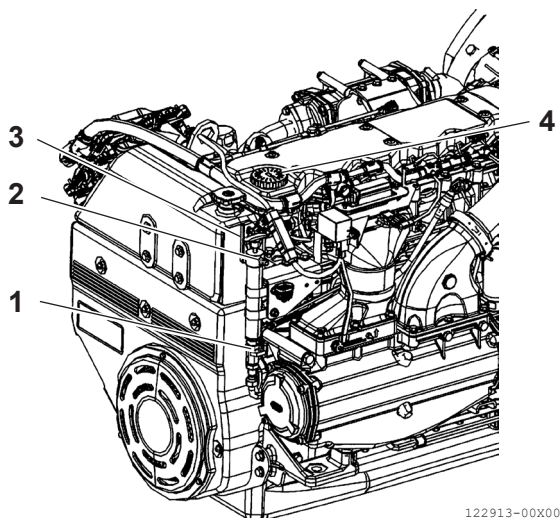

Bild 7
- Placera en behållare under handpumpen (**bild 7, (3)**) vid utloppsröret (**bild 7, (2)**) för att samla upp förbrukad olja.
- Öppna avtappningskranen genom att ställa in spaken (**bild 7, (1)**) i vertikalt läge.
- Lossa pluggen på oljepåfyllningen (**bild 7, (4)**) och avlägsna olja tills oljesumpen är helt tom med handpumpen (**bild 7, (3)**).
- Kontrollera med mätstickan (**bild 7 (4)**) att oljenivån ligger mellan min- och max-markeringarna.
- Stäng kranen genom att lyfta spaken (**bild 7, (1)**) till horisontalläget.